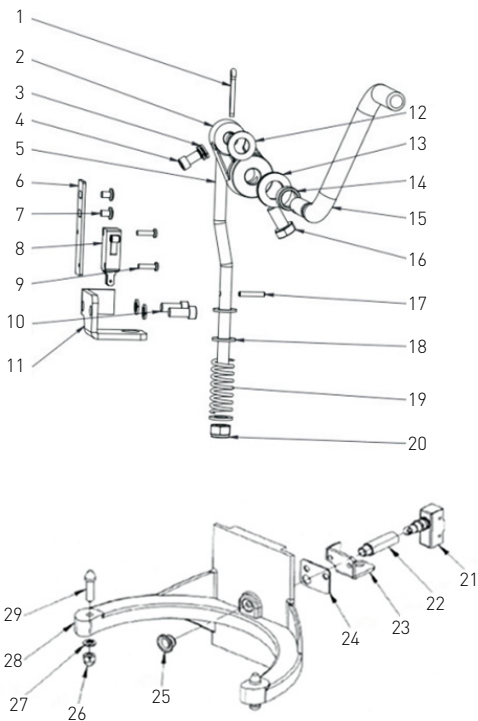

Figuur 2: Aandrijving
- Aandrijving (Figuur 2);
Onderdelenlijst Figuur 2